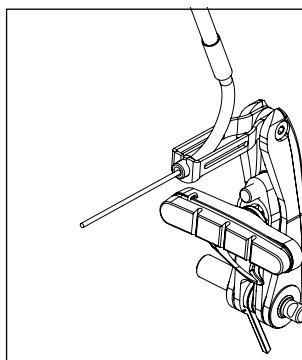

Fig. 18
6 / Engagez le coude dans le tirant ⑩ (Fig. 18).